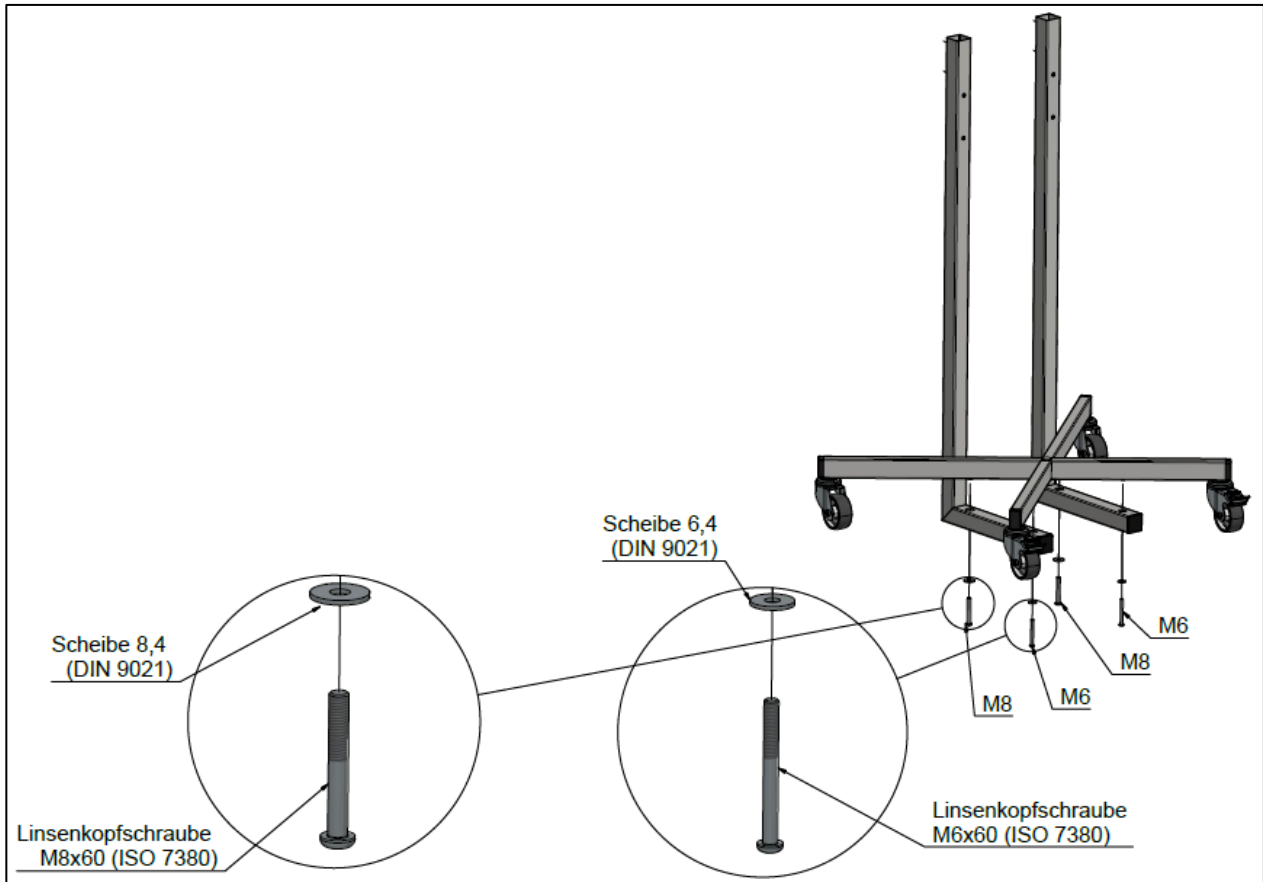

Abbildung 4: Verbinden der L-Profile mit dem Bodenkreuz
- Montieren Sie nun die beiden L-förmigen Vierkantprofile. An der vorderen Seite werden die Linsenkopfschraube M6x60 (ISO 7380) mit den U-Scheibe 6,4 (DIN 9021) und an der hinteren Seite die Linsenkopfschraube M8x60 (ISO 7380) U-Scheibe 8,4 (DIN 9021), wie in Abbildung 4 zu sehen, verwendet und fest geschraubt.